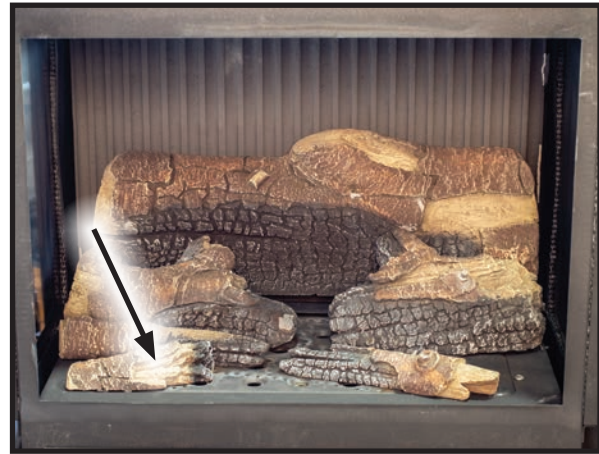

Figure 47: Log #1 Placement
4. Ensuite, placez le journal n° 1 devant le journal n° 3 sur la gauche. Alignez les trous du bas avec les broches du plateau du brûleur (Figure 47).